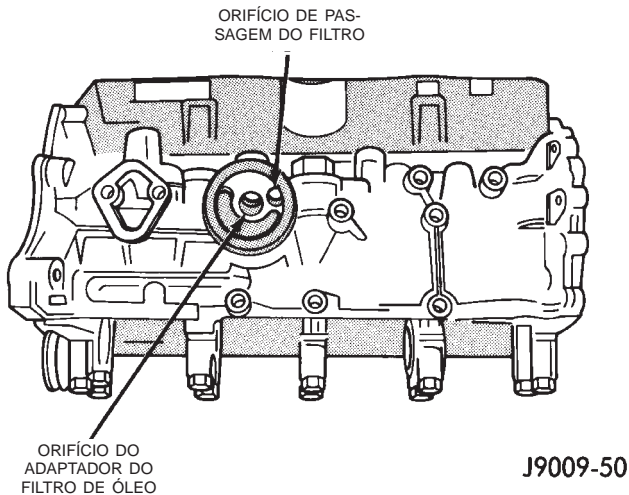

Fig. 73 Orifício do Adaptador do Filtro de Óleo
- O galeão no orifício do adaptador do filtro de óleo, o orifício de passagem do filtro (Fig. 73).